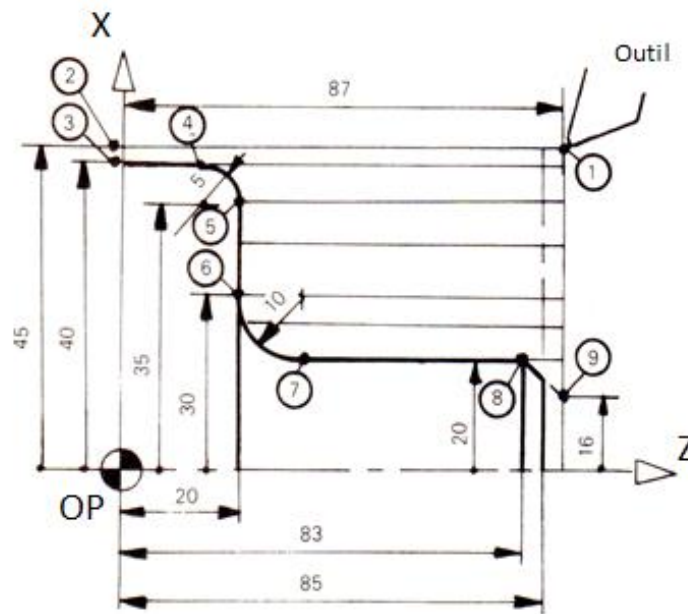

Figure 10. Réalisation d'une opération de tournage (G84- cycle ébauche)
- **Exemple 2-** Réalisation d'une opération d'ébauche sur un tour (figure 10).